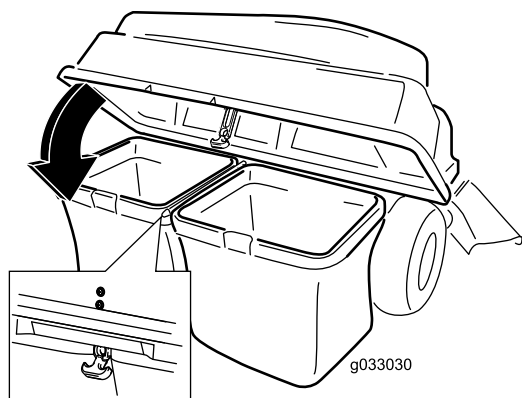

Рисунок 22
5. Опустите верхнюю часть травосборника на мешки (Рисунок 22).
6. Закрепите кожух защелкой (Рисунок 22).